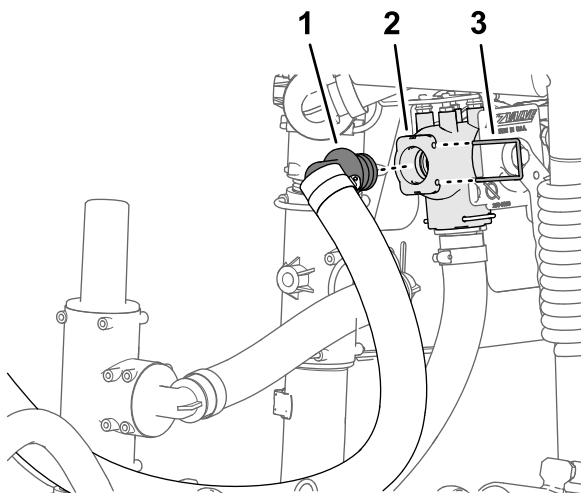

Figura 32
3. Conecte el acoplamiento dentado de 90° de la manguera de alimentación del eyector al orificio abierto de la válvula de cierre del eyector (Figura 32).
4. Sujete el acoplamiento dentado a la válvula de cierre con una horquilla de retención (Figura 32).